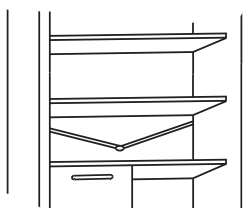

Fig.12
- Conserve limpio el conducto de descarga del agua (fig. 12) de la parte frigorífico, para evitar la presencia de agua en su interior.